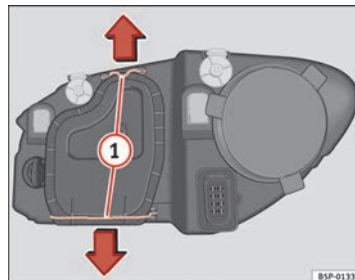

Abb. 188 Abblendlicht
- Die Streben ⇒ Abb. 188 **1** in Pfeilrichtung verschieben und den Deckel abnehmen.